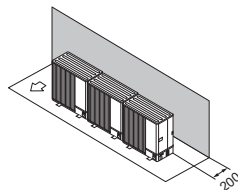

Fig. 2-15
- (1) Obstrucție sau suprafață închisă numai în spate (Fig. 2-15)